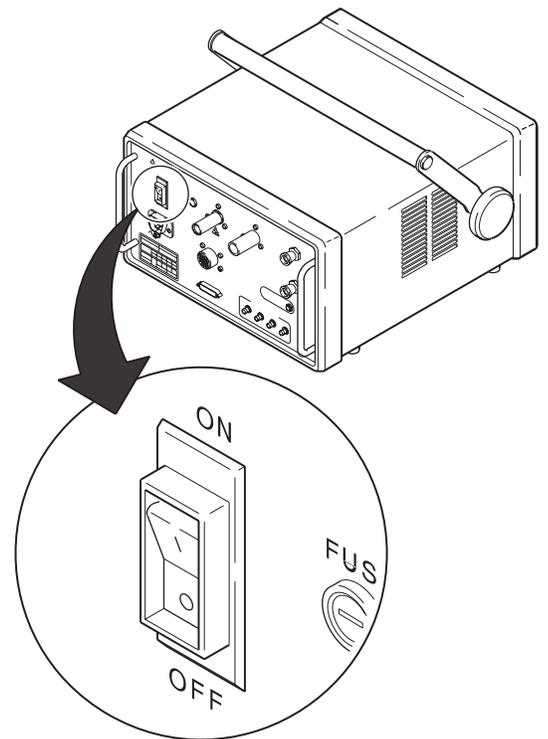

Figura 4 Apagar el interruptor de circuito
5. Apague el interruptor de la fuente de alimentación situado en la parte posterior de la unidad. Véase la Figura 4.